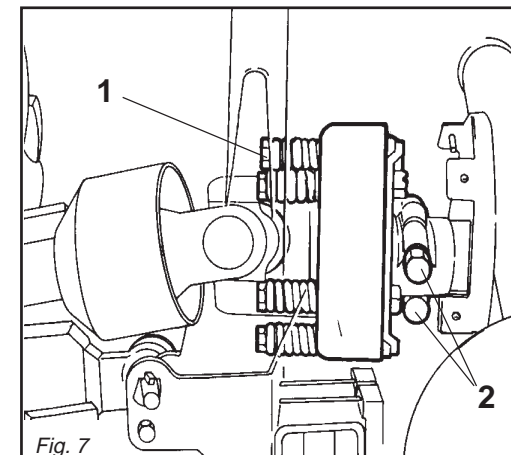

Fig. 7
- 3) Qualora l'albero cardanico fornito abbia il mozzo con bloccaggio a bulloni (2 Fig. 7), assicurarsi che questi siano serrati con forza.
- 3) *If the supplied cardan shaft has a bolt-locked hub (2 Fig. 7), check that these bolts are fully tightened.*
- 3) Sollte die mit dem Gerät gelieferte Gelenkwelle eine mit Schraubbolzen blockierte Nabe (2 Abb. 7) haben, sicherstellen, daß diese angezogen sind.
- 3) *Si le moyeu de l'arbre à cardans dispose d'un blocage par boulons (2 Fig. 7), assurez-vous que ces derniers sont bien serrés.*
- 3) Si el árbol cardánico tiene el cubo con bloqueo de bulones (2 Fig. 7), controlar que estos últimos estén bien ajustados.
L'albero cardanico può essere dotato di frizione di sicurezza per proteggere gli organi di trasmissione della macchina da sforzi e/o sovraccarichi eccessivi. Il cardano non deve superare l'inclinazione di 10 gradi (Fig. 3). La frizione è già pre-regolata per uno sforzo medio. Se slitta troppo facilmente (surriscaldandosi) è necessario avvitare uniformemente tutti i dadi (1 Fig. 7) che stringono le molle.
The clutch is already pre-adjusted for average stress. If it slips too easily (and overheats), it will be necessary to evenly tighten all the nuts (1 Fig. 7) that retain the springs.
Die Gelenkwelle kann mit einer Sicherheitskupplung ausgerüstet werden, um die Getriebeteile des Gerätes vor Überlastungen und/oder Beanspruchungen zu schützen. Die Gelenkwelle darf keine Neigung über 10 Grad aufweisen (Abb. 3). Die Kupplung ist auf eine mittlere Beanspruchung voreingestellt. Wenn die Kupplung zu schnell schlupft (Überhitzung), muß man alle Muttern (1 Abb. 7), die die Federn spannen, noch weiter anziehen.
L'arbre à cardans peut être équipé d'embrayage de sécurité pour protéger les organes de transmission de la machine en cas d'efforts ou de surcharges excessives. L'inclinaison du cardan de doit pas dépasser 10 degrés (Fig. 3). L'embrayage est déjà réglé pour un effort moyen. Lorsqu'il patine facilement (en se surchauffant) il faut visser de manière uniforme tous les écrous (1 Fig. 7) de serrage des ressorts.
El embrague está ya pre-regulado para un esfuerzo medio. Si patina muy fácilmente (recalentándose) es necesario ajustar uniformemente todas las tuercas (1 Fig. 7) que apretan en el resorte.
Se la frizione non slitta, svitare uniformemente tutti i dadi (1 Fig. 7) che fissano le molle. Svitare un giro alla volta e verificare la frizione dopo circa 300 metri di lavoro. Se necessario ripetere l'operazione, sempre svitando un giro alla volta. Se la frizione mantiene durante il lavoro una temperatura di circa 40-50 gradi circa significa che è regolata in modo corretto. **Non serrare mai a fondo i dadi, poiché in tal modo si annulla la funzione delle molle e dunque della frizione a danno degli organi di trasmissione.**
*If the clutch does not slip, evenly unscrew all the spring fixing nuts (1 Fig. 7). Unscrew one turn at a time and check the clutch after having worked about 300 meters. Repeat the operation if necessary, remembering to unscrew one turn at a time. If the clutch maintains a temperature of about 40-50 degrees during work, this means that it has been correctly regulated. **Never fully torque the nuts since this would void the function of the springs and, subsequently, of the clutch, thus damaging the transmission components.***
Wenn die Kupplung nicht schlupft, alle Muttern (1 Abb. 7), die die Federn spannen, gleichmäßig lockern. Alle Muttern um eine Umdrehung losschrauben und die Kupplung nach 300 Metern Fahrstrecke prüfen. Den Vorgang falls erforderlich wiederholen, jeweils eine Umdrehung pro Versuch. Wenn die Kupplung während der Arbeit eine Temperatur von circa 40-50°C beibehält, ist sie richtig eingestellt. **Die Muttern nie ganz festziehen, weil dabei die Wirkung die Federn und damit der Kupplung aufgehoben würde, was sich schädlich auf die Getriebeteile auswirken würde.**
*Si l'embrayage ne patine pas, dévissez de manière uniforme tous les écrous (1 Fig. 7) de fixation des ressorts. Dévissez d'un tour à la fois et vérifiez l'embrayage après environ 300 mètres de travail. Si nécessaire, répétez l'opération en dévissant toujours d'un tour à la fois. Quand l'embrayage maintient une température d'environ 40-50 degrés pendant le travail, cela signifie qu'il est réglé correctement. **Ne serrez jamais à fond les écrous car cela annule la fonction des ressorts et donc de l'embrayage au détriment des organes de transmission.***
Si el embrague no patina, aflojar uniformemente todas las tuercas (1 Fig. 7) que fijan el resorte. Aflojar una vuelta a la vez y controlar el embrague luego de 300 metros de trabajo. Si es necesario repetir la operación siempre aflojando un giro a la vez. Si el embrague mantiene durante el trabajo una temperatura de 40-50 grados significa que está regulado en modo correcto. **No ajustar jamás a fondo las tuercas, ya que así se inutiliza el resorte y la fricción dañando los órganos de transmisión.**